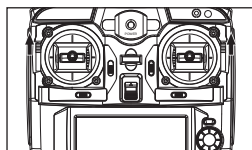

图1
1. 当遥控器两侧的油门模式切换键同时推倒“R”处时，为右手油门模式。（如图1）